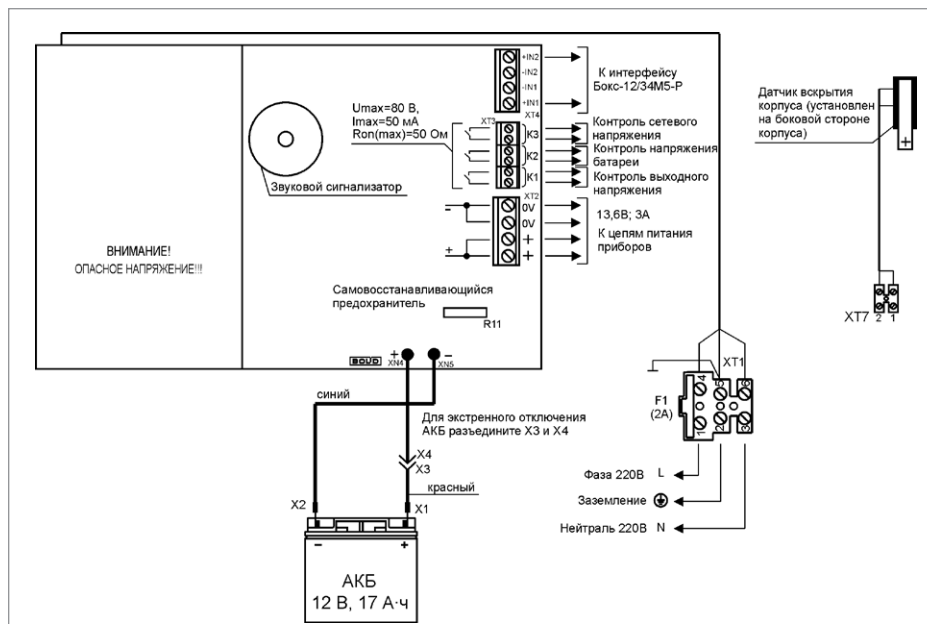

Рисунок 4. Схема подключения РИП-12 исп.15 (РИП-12-3/17М1-Р)
1.6. Схемы подключения РИП-12 исп.15 (РИП-12-3/17М1-Р) и РИП-12-3/17П1-Р (РИП-12 исп.15) приведены на рис. 4 и 5 соответственно.
- 1.13. Проверьте правильность произведённого монтажа в соответствии со схемой подключения (рис. 4 и 5).
- 2.10. Отключите аккумуляторную батарею от платы РИП, отсоединив контакты Х1, Х2 от клемм АКБ (см. рис. 4 и 5).